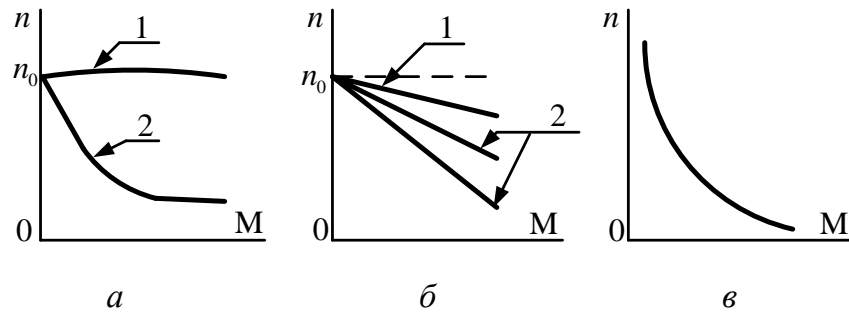

Рисунок 1
6. На рис.1,б показані механічні характеристики двигунів постійного струму з паралельним збудженням, де позначені: